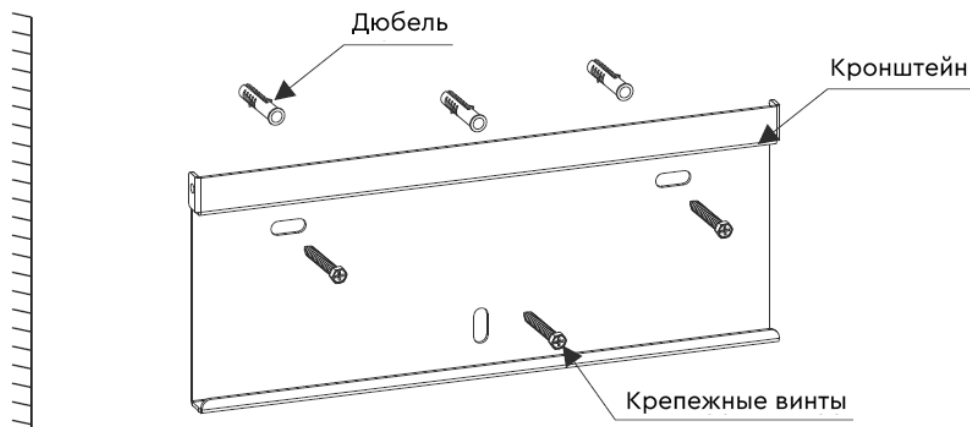

Рисунок 7. Монтаж кронштейна на стене.
2. Убедитесь, что кронштейн размещен на стене ровно, а монтажные отверстия (см. Рисунок 7) расположены правильно. Просверлите отверстия в стене согласно разметке.